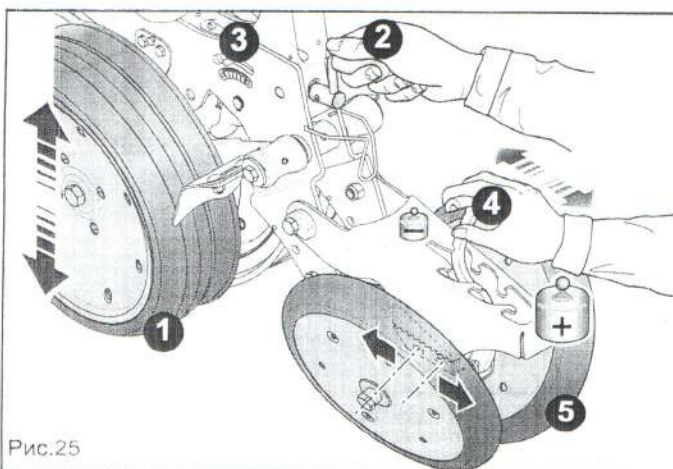
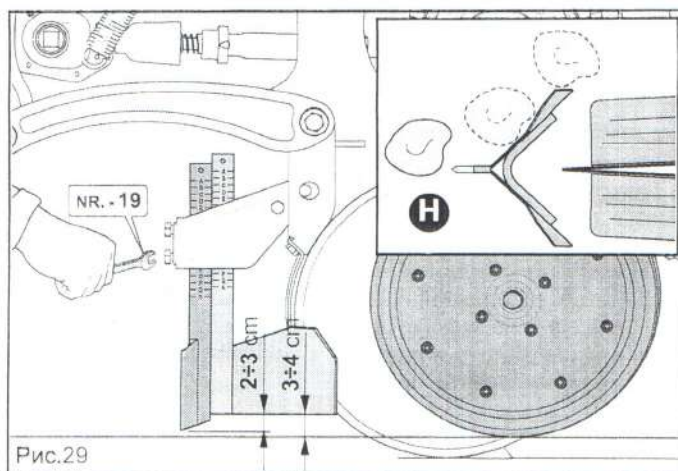

Рис.25
Рис.29
Отрегулировать глубину посева, варьируя высоту боковых колес (1, Рис. 25) при помощи рукоятки (2, Рис. 25). Цифровой указатель (3, Рис. 25) позволяет регулировать на одинаковый размер все элементы.
- при помощи маховика отрегулировать (4, Рис. 25) давление наклонных задних колес для закрытия и утрамбовки колеи посадки (5, Рис. 25).
Для правильной и равномерной посадки, очень важным является действие переднего разбивателя комьев земли, позволяющего удалить из колеи колес углубления элемента (1, Рис. 25) наиболее крупные комья (Н, Рис. 29), могущие привести к неравномерной глубине посадки семян.
- Только на наружном элементе опустить передний разбиватель комьев земли на 3-4 см от уровня, созданного колесами углубления посевного элемента (Рис. 29), и передний наконечник на 2-3 см от крыла разбивателя комьев.